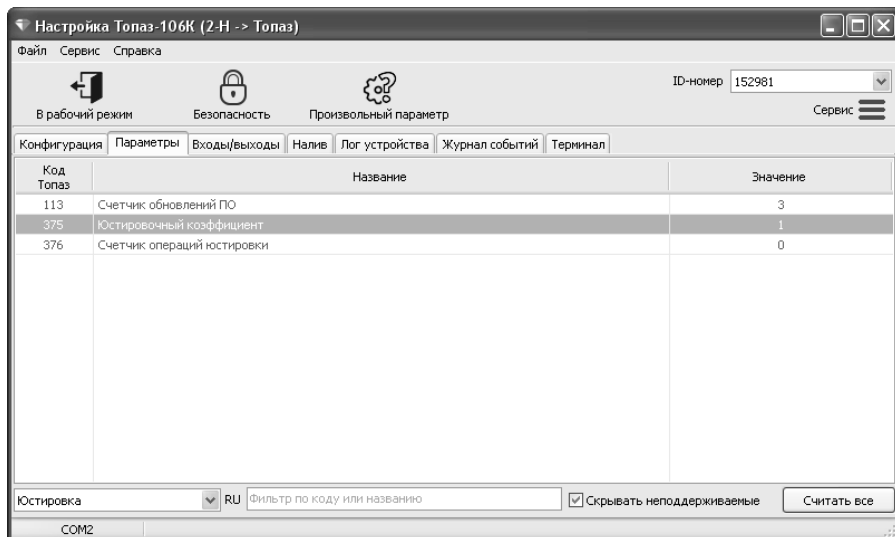

Рисунок 8
- д) на вкладке программы "Параметры" выбрать параметр с кодом 375 "Юстировочный коэффициент" (рисунок 8)